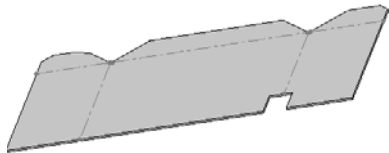

图 7-82 展开整个钣金零件
- 1) 展开图形。单击“钣金”工具栏中的“展开”按钮, 展开整个钣金零件, 如图 7-82 所示。